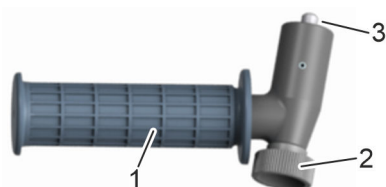

Fig. 10: Indstilling af håndtag
2. ➔ Sørg for, at håndtaget på forbindelsen (Fig. 10/3) til den hydrauliske universalskruemaskine er fast forbundet med den hydrauliske universalskruemaskine.
3. ➔ Indstil håndtaget (Fig. 10/1). Løsn dertil hjulet (Fig. 10/2), drej håndtaget til den ønskede stilling, og fastgør det med hjulet.